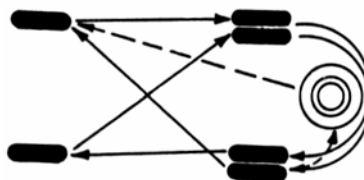

Рис. 8.7. Схема перестановки шин
- перестановку шин (рис. 8.7) следует производить по необходимости. Основанием для перестановки шин могут служить необходимость получения равномерного износа всех шин, в том числе и запасной, а также обеспечение правильного подбора шин по осям. На оси следует устанавливать шины, имеющие одинаковый износ протектора, причём более надёжные шины следует устанавливать на переднюю ось автомобиля.